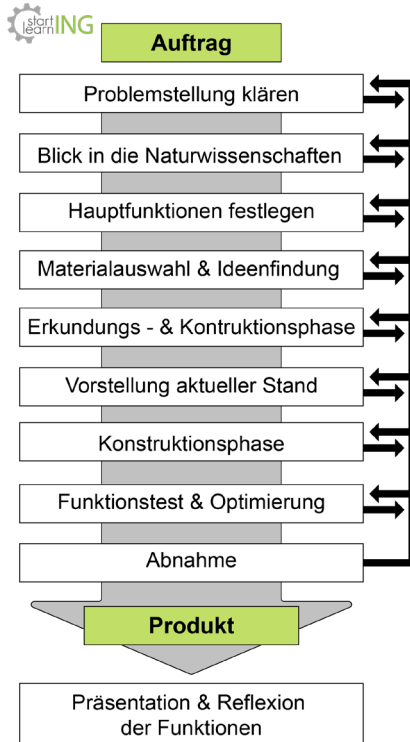

Abb. 2: Konstruktionsmethodik nach dem startlearnING-Prinzip: 10 Arbeitsphasen
1. **Das Konstruieren erfolgt systematisch analog zur Vorgehensweise von Ingenieur*innen:** Das ist das Herzstück des startlearnING-Prinzips und mündet in das nachstehend abgebildete Flussdiagramm (Abb. 2).
Für das phasenorientierte Vorgehen beim Konstruieren nach dem startlearnING-Prinzip wurde ein Flussdiagramm entwickelt (Abb. 2). Zur Zielerreichung müssen alle Phasen durchlaufen werden. Es werden jedoch verschiedene Optimierungs- und Rückversicherungsschleifen notwendig sein. Das gehört zu einem Konstruktionsprozess dazu. Deshalb kann jederzeit von einer Phase zu allenvorgelagerten Phasen zurückgesprungen werden. Das Flussdiagramm kann also als grundsätzlicher Leitfaden für das Konstruieren mit Schülerinnen und Schülern verstanden werden, der dabei helfen soll, kreativ zu arbeiten, ohne das Ziel aus den Augen zu verlieren.